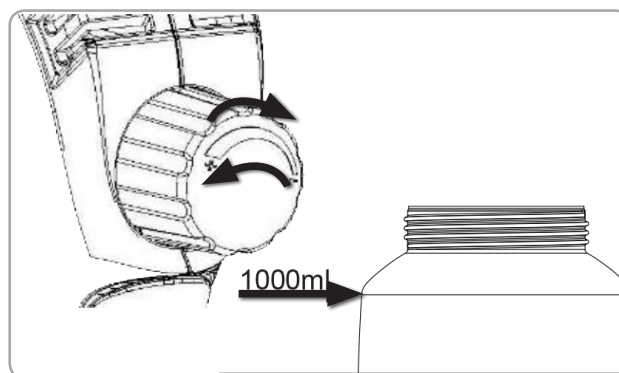

Fig.12
- Umpleți rezervorul cu vopsea corect diluată Fig 12
- Reglați cantitatea de material cu ajutorul butonului până când obțineți un volum de vopsea optim. Pentru a scădea cantitatea de vopsea pulverizată rotiți în sensul acelor de ceasornic și în sens invers pentru a o crește . Fig 12